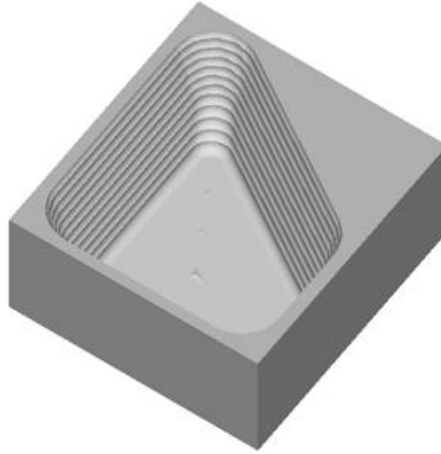

Рисунок 4.22 – Результат об'ємного моделювання деталі
7. Натисніть кнопку  «Start» на панелі «Simulate». Після об'ємного моделювання на екрані з'явиться нтаке зображення (рис. 4.22).